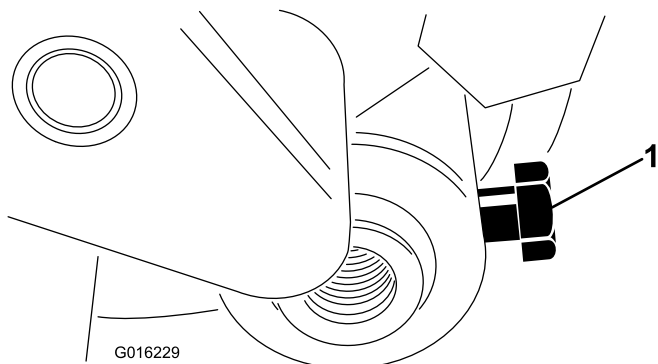

Figura 28
3. Desaperte o parafuso que prende o eixo do rolo ao braço da altura de corte (Figura 28).